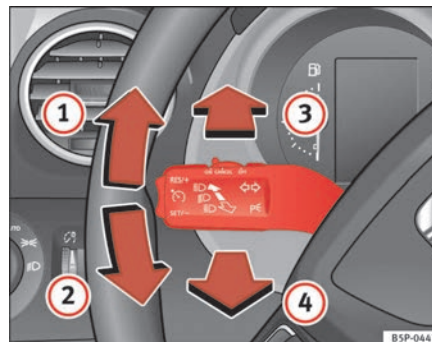

Abb. 76 Blinker- und Fernlichthebel
- Drücken Sie den Hebel nach vorne ⇒ Seite 122, Abb. 76 , um das Fernlicht einzuschalten.